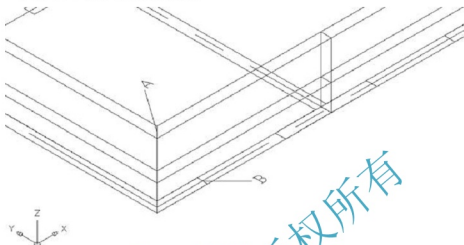
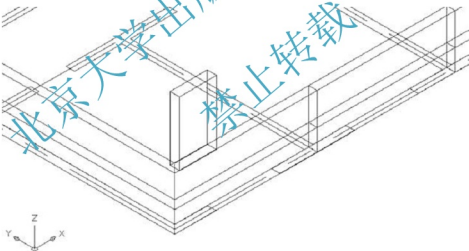

图 6.13 多段线起点和终点的位置
图 6.14 绘制窗间墙
(2) 启动【多段线】命令（快捷键 PL）。
① 在**指定起点**：提示下，捕捉如图 6.13 中所示的 A 点作为多段线的起点。由于当前线宽为“240”，所以不需修改线的宽度。
② 在**指定下一点或 [圆弧(A)/闭合(C)/半宽(H)/长度(L)/放弃(U)/宽度(W)]**：提示下，捕捉如图 6.13 中所示的 B 点作为多段线的终点，按 Enter 键结束命令，结果如图 6.14 所示。
- 图 6.13 中的 A 点和 B 点并不在一个水平面上，但绘制出的多段线的起点和终点却在同一个水平面上，这是因为【多段线】命令是一个二维绘图命令，多段线的 Z 坐标值是由起点的坐标值决定的，所以多段线的终点并不与 B 点相重合，这是绘制三维模型时的一个技巧。